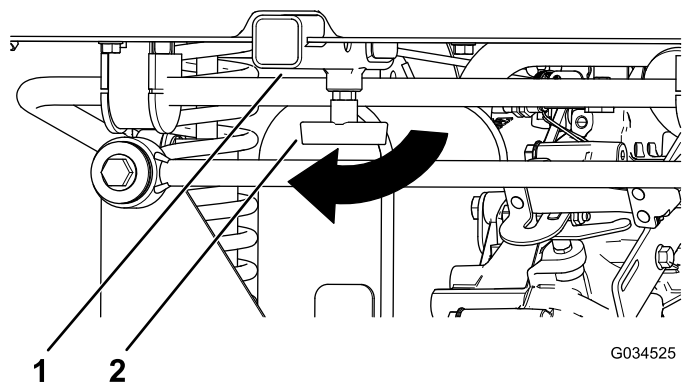

図 17
1. T 字ハンドルを右に回してゆるめる 図 17。
2. レシーバにアクセサリを挿入し、穴どうしが並ぶまで押し込む 図 17。